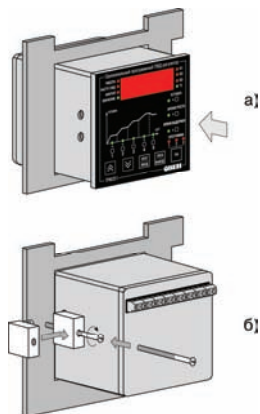

Рис. 6.2. Установка прибора в корпус щитового крепления
1. Вставьте прибор в специально подготовленное отверстие на лицевой панели щита (см. прил. А и **рис. 6.2, а**).
2. Вставьте фиксаторы из комплекта поставки в отверстия на боковых стенках прибора (**рис. 6.2, б**).